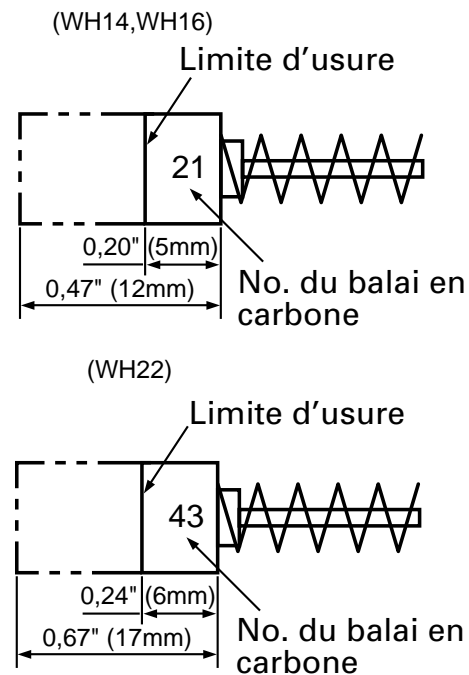

Fig. 10
3. Inspection des balais en carbone (Fig. 10)
REMARQUE : Utiliser le balai en carbone HITACHI No. indiqué sur la Fig. 10.